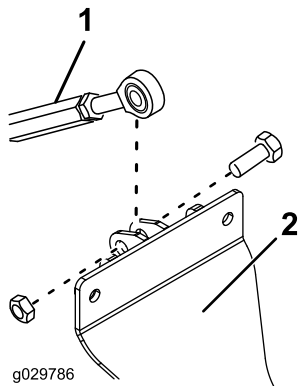

Figura 5
6. Prenda a extremidade da barra do encaixe ao suporte do cilindro. Utilize um parafuso ($\frac{1}{2}$ pol. x $1\frac{1}{2}$ pol.) e uma porca ($\frac{1}{2}$ pol.), tal como se mostra na Figura 5.